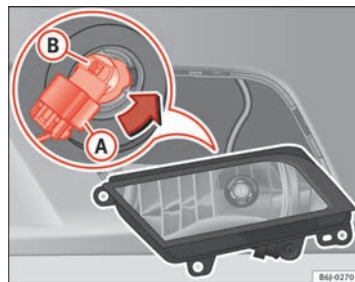

Fig. 161 Faro fendinebbia
- Estrarre il connettore ⇒ fig. 161 (A) della lampada.
- Ruotare il portalampada ⇒ fig. 161 (B) verso sinistra e tirare.